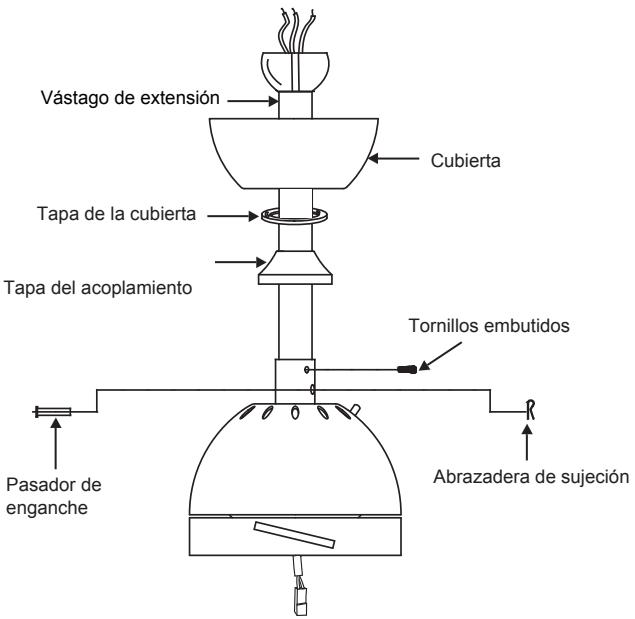

Fig. 9
Paso 8. Deslice la tapa de acoplamiento, la tapa de la cubierta y la cubierta sobre el vástago de extensión. (**Fig. 9**)
Enrosque la bola colgante en el vástago de extensión, inserte el pasador transversal en el vástago de extensión y ajuste. Ahora, ajuste el tornillo embutido. (**Fig.9**)